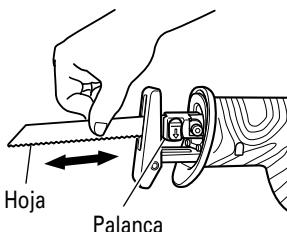

Fig. 10
- (5) Con la mano, tire de la hoja de sierra hacia atrás dos o tres veces y verifique que la hoja esté firmemente instalada. Al tirar de la hoja sabrá si está correctamente instalada si hace un clic y la palanca se mueve ligeramente. (Fig. 10)